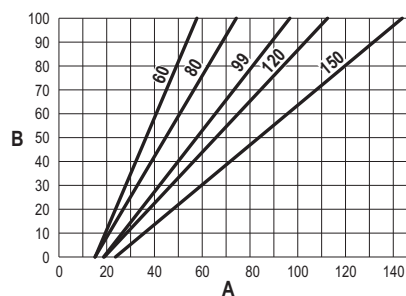

fig. 82
- Appuyer sur les **touches contextuelles 1 et 2** pour augmenter ou diminuer la puissance thermique (minimum = 00 - maximum = 100). Voir diagramme « Réglage Puissance Thermique » (fig. 82).